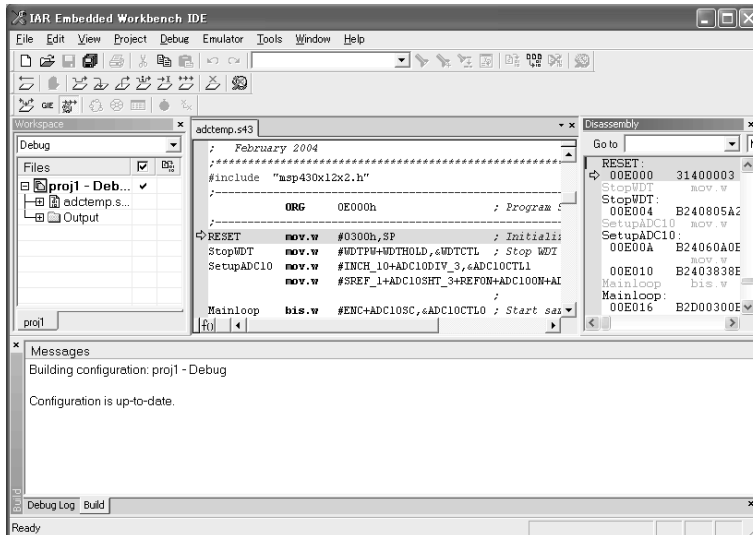

図 3-16 ターゲット基板モジュールにプログラム転送完了画面
(13) ターゲット基板モジュールのデバイスにこのプログラムを転送するためにProjectメニューの「Debug」をクリックします。プログラムが転送され、図3-16に示すように右にもう一つのウィンドウが表示されます。
(14) まず、debugメニューの「Go」で実行させ、すぐdebugメニューの「Break」で停止させます。